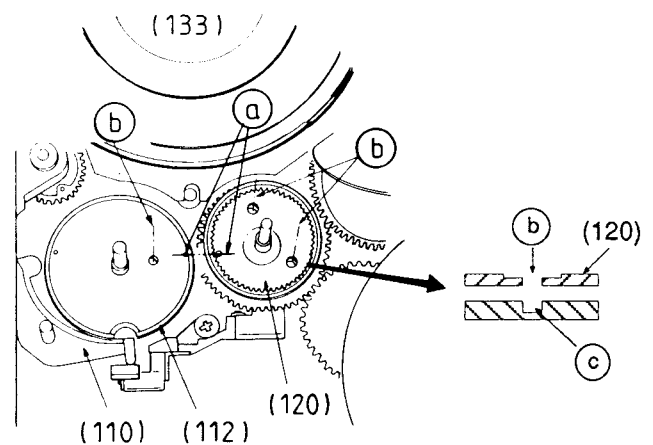
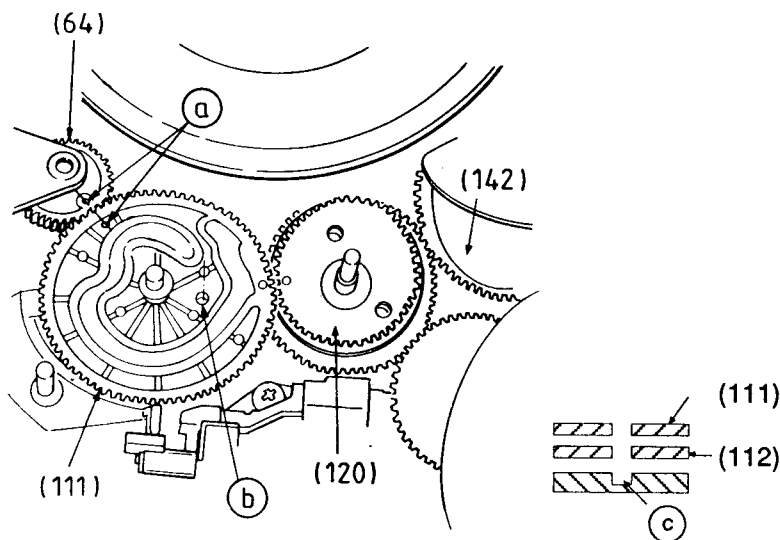

Fig. 45
Fig. 46
9.1 Kurvenrad (112), Ringrad (120), Sperrhebel (110)
- Ringrad (120) so einbauen, daß die Markierungslöcher (b) im Ringrad mit den Markierungslöchern (c) im Laufwerkchassis übereinstimmen (Fig. 45).
- Kurvenrad (112) so einbauen, daß das Markierungsloch (b) mit dem Markierungsloch (c) im Laufwerk übereinstimmt und das Markierungsloch (a) dem Markierungsloch (a) des Ringrades (120) gegenübersteht.
- Sperrhebel (110) einsetzen.
9.1 Sub Cam Gear (112), Ring Gear (120), Locking Lever (110)
- Fit the Ring Gear (120) so that the marked holes (b) in the Ring Gear lines up with the marked holes (c) in the mechanical chassis (Fig. 45).
- Fit the Sub Cam gear (112) so that the marked hole (b) lines up with the marked hole (c) in the mechanics and that the marked hole (a) faces towards the marked hole (a) on the Ring Gear (120).
- Fit the Locking Lever (110).
9.2 Kurvenrad (111), Untersetzungszahnrad (64)
- Untersetzungszahnrad (64) von der Oberseite des Laufwerks einsetzen (Fig. 46).
- Kurvenrad (111) so auf das Kurvenrad (112) stecken, daß sich die Markierungslöcher (a) des Kurvenrades (111) und des Untersetzungszahnrads (64) gegenüberstehen. Gleichzeitig müssen die Markierungslöcher (b) der Kurvenräder (111) und (112) genau übereinander liegen (Fig. 45 / 46).
9.2 Cam Gear (111), Reduction Toothed Gear (64)
- Fit the Reduction Toothed Gear (64) from the top of the mechanics (Fig. 46)
- Fit the Cam Gear (111) onto the Sub Cam Gear (112) so that the marked holes (a) on the Cam Gear (110) and the Reduction Gear (64) are aligned towards each other. In this position the marked holes (b) on the Cam Gears (111) and (112) must lie accurately over each other (Fig. 45 / 46).